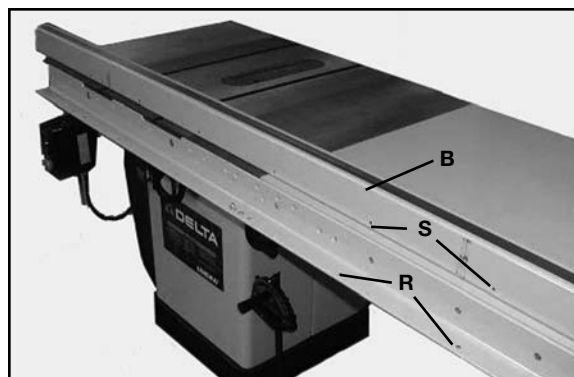

FIG. 14
11. Coloque el tubo de la guía (B) Fig. 14 en el banco de la sierra como se muestra y alinee los orificios roscados (S) de la parte inferior del tubo de la guía con los orificios pasantes (T) del riel frontal. **NOTA: El tubo de la guía debe sobrepasar el largo del riel en 152 mm (6") de cada lado.**
12. Coloque el tubo de la guía (B) en el riel frontal y ajuste el tubo de la guía al riel con los tornillos largos de cabeza hexagonal de 1/4-20 x 13 mm (1/2") y las arandelas de bloqueo. **NOTA:** Donde haya dos orificios separados por 64 mm (2 1/2"), use sólo uno de los dos orificios.